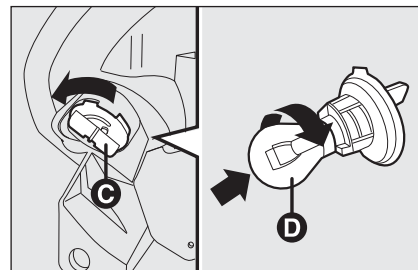

fig. 19/b
- ☐ quite la tapa / portalámpara **C**-fig. 19/b girando hacia la izquierda;
- ☐ vuelva a cerrar la tapa **B**-fig. 19/a luego, gire el dispositivo de bloqueo **A**.